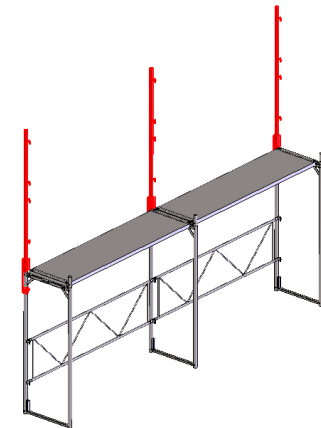

Abb. 8
2. Die Geländerstützen (Art. S559.200, für zwei Geländer, verstärkt, mit Bordbretterhalter und Manschette) werden aufgesetzt und mit den Manschetten an den Gerüstrahmen befestigt. (Abb. 8)